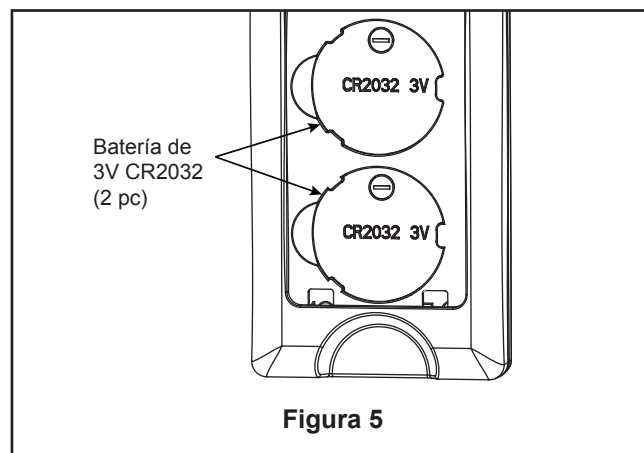

Figura 5
- ☐ 5. Instale las pila de 3V en el transmisor del mando a distancia. Mientras el ventilador esté apagado. (Figura 5)